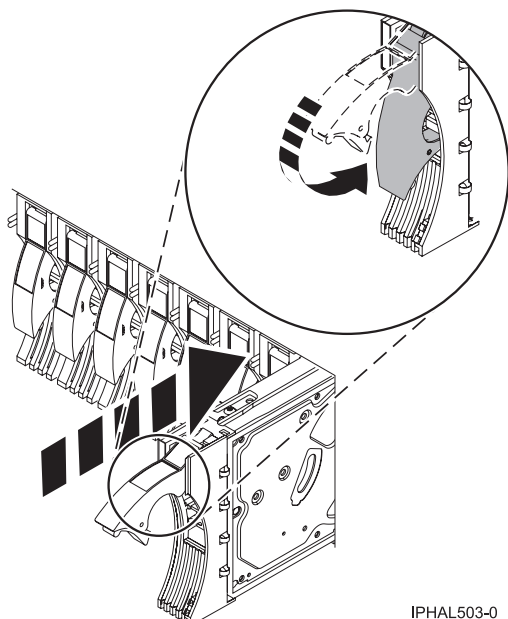

Figure 35. Installation d'une unité de disque sur un modèle or 11D/20
- Faites glisser complètement l'unité de disque dans l'unité centrale ou l'unité d'extension, puis bloquez-la dans son emplacement en poussant la poignée (voir figure 35).